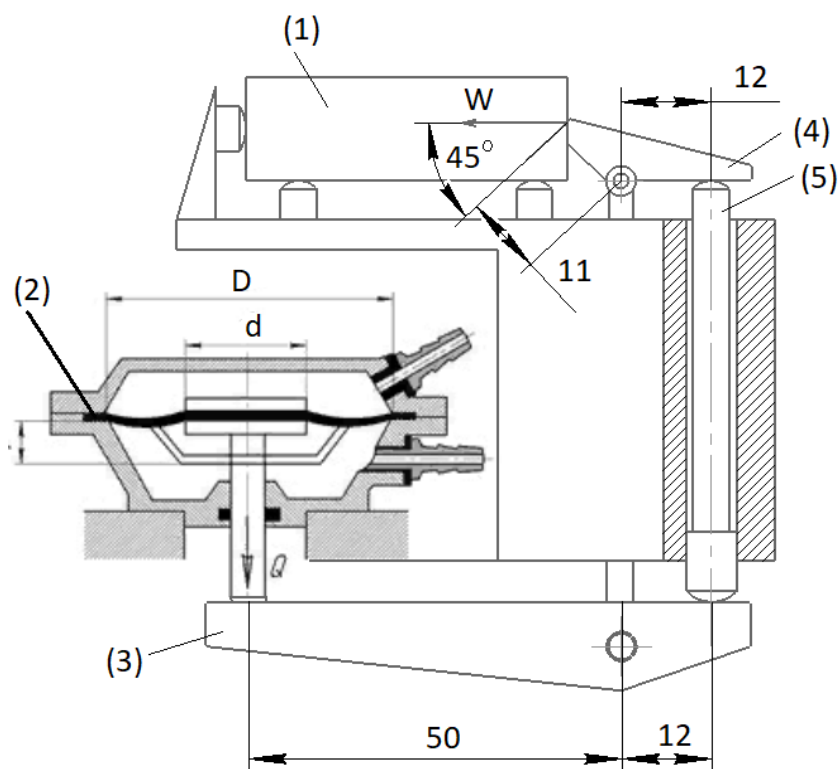

Рис. 4
На фрезерном станке фрезеруется деталь (1) привода 3D принтера, которая закрепляется в зажимном приспособлении с пневмоприводом. Пневмопривод состоит из пневмокамеры двустороннего действия с резиновой диафрагмой (2), рычага (3), рычага (4) и тяги (5). Требуется определить, какая сила  $W$  будет приложена к детали, если диаметр диафрагмы пневмокамеры равен  $D=160$  мм, диаметр опорной шайбы  $d=115$  мм, КПД всего привода  $\eta=0,9$ , остальные параметры приведены на рис. 4. Давление воздуха  $p=0,4$  МПа.